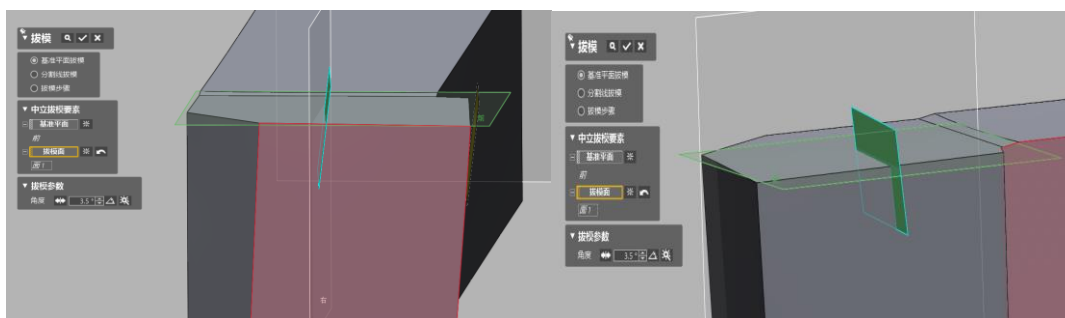

图 4.58 片体拔模
4) 点击菜单栏模型>拔模图标, 弹出拔模对话框, 基准面选前平面, 拔模面选面 1, 拔模角度 3.5 度, 点击确定。重复拔模命令, 完成另一片体的拔模, 如图 4.58 所示。